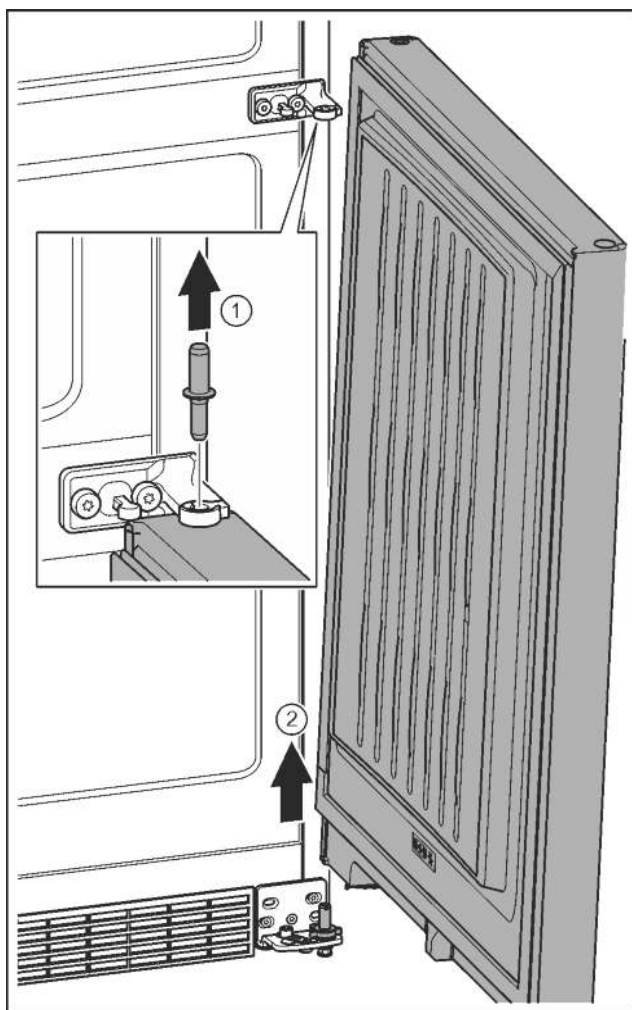

Fig. 11
- Извлечь пальцы движением вверх. Fig. 11 (1)
- Отклонить дверь, приподнять вверх и отставить в сторону. Fig. 11 (2)